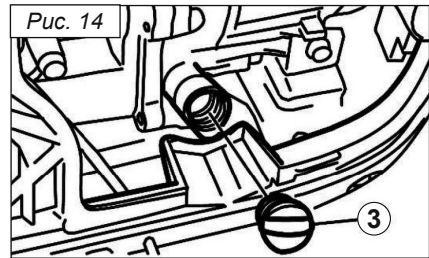

Рис. 14
3. Выкрутите пробку ③ заливной горловины и залейте необходимое количество моторного масла в картер двигателя (рис. 14).